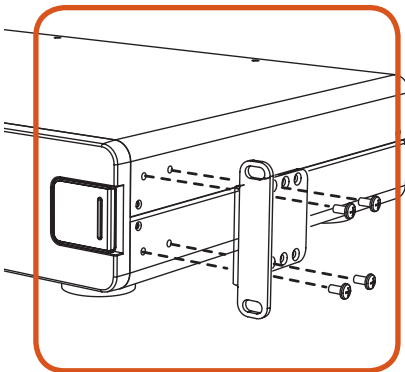

Figure 1
- D. Fixez les supports sur le côté de la console d'alimentation avec les vis fournies (Fig. 1). Vous devez utiliser un minimum de quatre vis pour monter chaque support.